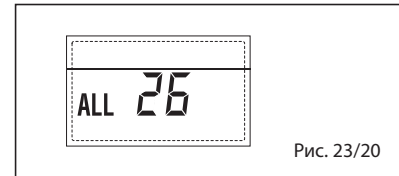

Рис. 23/20
– **СБОЙ ВНЕШНЕГО ДАТЧИКА, МИГАЮЩИЙ СИМВОЛ «» (рис. 23/13)**